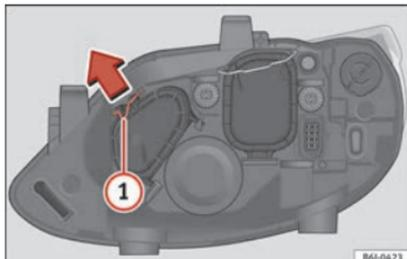

Fig. 182 Feux de route.
- Déplacez le tirant **1** dans le sens de la flèche puis retirez le cache »» fig. 182.